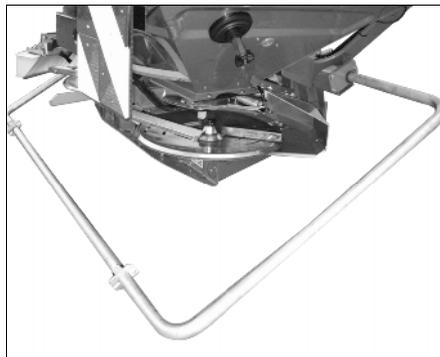

Fig. 52
- Abbassare il tubo di protezione (Fig. 52).